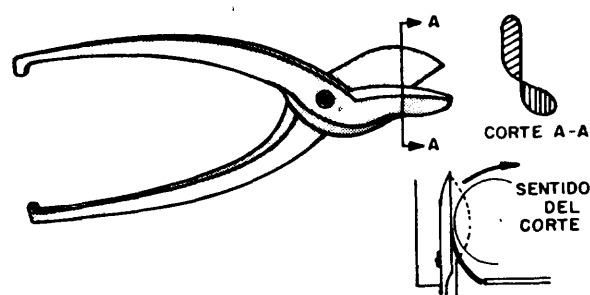

Fig. 4
- b) Tijera de corte curvo para la derecha (fig. 4).